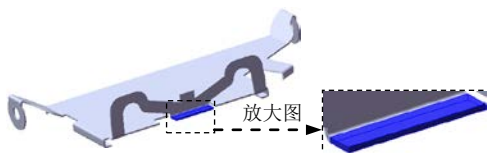
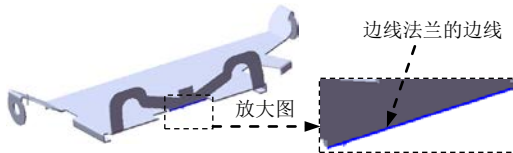

图 6.60 边线—法兰 8
图 6.61 边线法兰的边线
Step23. 创建图 6.60 所示的钣金特征——边线—法兰 8。
(1) 选择命令。选择下拉菜单 **插入(I)** → **钣金(B)** → **边线法兰(E)...** 命令（或单击“钣金”工具栏中的“边线—法兰”按钮 ）。
(2) 定义特征的边线。选取图 6.61 所示的模型边线为生成的边线法兰的边线。